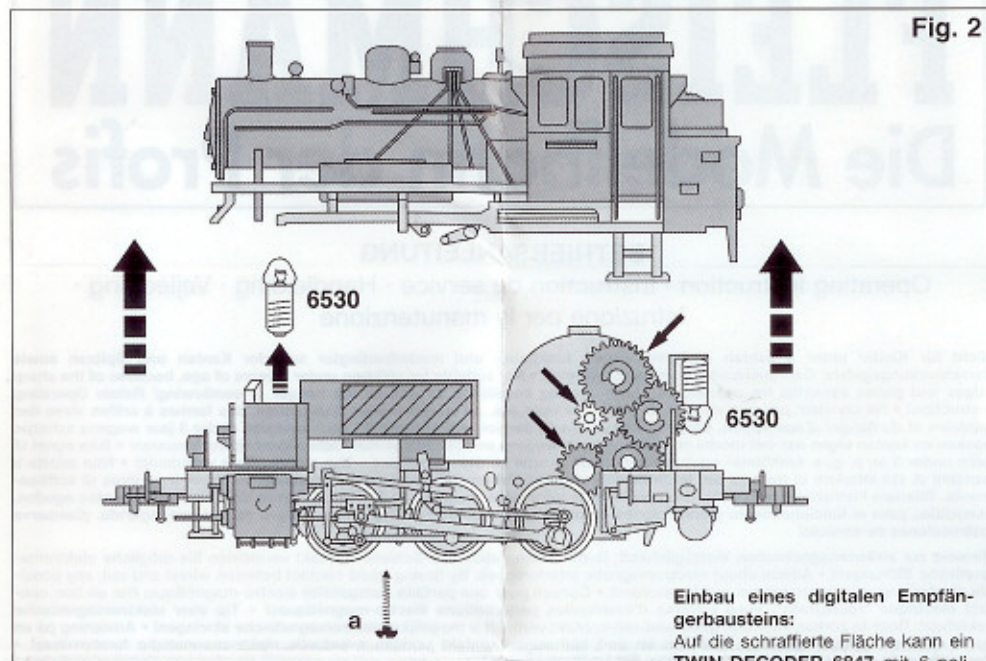
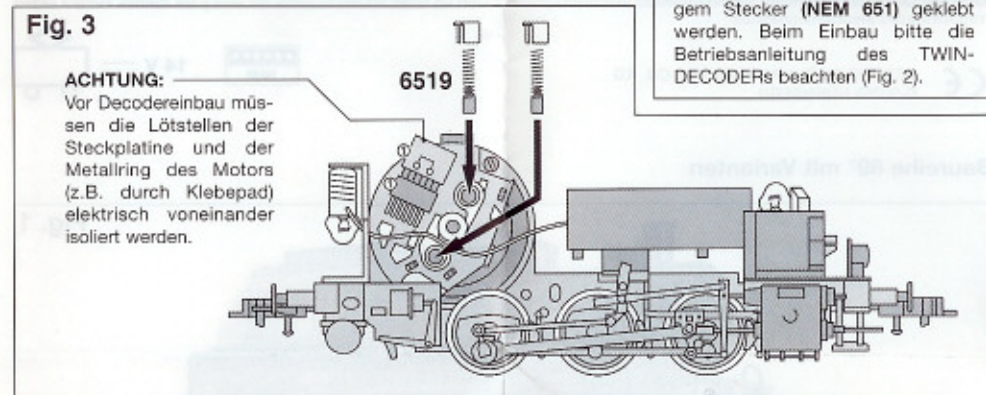

Fig. 2
Fig. 3
Ein Öffnen der Lok ist nur zum Einbau eines digitalen Empfängerbausteins, Lampenwechsel, Kupplungstausch, Schleifkohlenwechsel und Ölen der Motor- und Getriebelager erforderlich. Die Schraube a lösen und das Gehäuse nach oben abheben (Fig.2).
Auf die schraffierte Fläche kann ein TWIN-DECODER 6847 mit 6-poligem Stecker (NEM 651) geklebt werden. Beim Einbau bitte die Betriebsanleitung des TWIN-DECODERS beachten (Fig. 2).
**Ölen:** Geölt werden Motor und Getriebe nur an den gekennzeichneten Lagerstellen (Fig. 2 und 4).
**Opening the loco** is only necessary to change the bulb, to install a digital receiver, to change coupling, to replace carbon brushes, to oil the motor and gear-box axles. Remove screw a and lift the loco body upwards (Fig.2). **Installing the digital decoder:** A 6-pole TWIN-DECODER 6847 (NEM 651) can be glued onto the cross-hatched surface (Fig.4). Please consult the instructions included with the TWIN-DECODER for fitting advice. **ATTENTION:** Before installing the decoder, the soldered areas on the plug printed circuit board and the metal ring of the motor must be electrically isolated from each other (i.e. by using the sticky pad) (Fig.3). **Lubrication:** The motor and gear-box need only be lightly oiled at the bearing points marked (Fig. 2 and 4). Only use FLEISCHMANN-oil 6599. Only put a tiny drop in each place (→), otherwise it will be overoiled. An applicator needle is located in the cap of the oil bottle for your use. The indicated point can be used for locating the switching magnet 9426/9427 (Fig. 4). **Exchange coupling:** 1. Pull the mounting pin out with a pair of pliers and remove the coupling. Fit the coupling into the mounting slot and push the mounting pin back in. 2. Should during assembly of the coupling, the holding spring fall out, this must be replaced with the aid of a pair of tweezers. 3. Spare holding springs, article 6522 should, if necessary be cut to size before being fitted. **FLEISCHMANN PROFI-Slot coupling:** 6516 · **FLEISCHMANN-Slot coupling:** 6520 · **Slot exchange coupling:** 6523
**Le démontage de la locomotive** est uniquement nécessaire pour l'installation d'un décodeur digital, le remplacement, pour changement des ampoules, pour des ampoules des balais ainsi que pour le graissage du moteur et des engrenages. Enlever les vis a et retirer la carrosserie en la soulevant (Fig. 2). **Montage d'un module récepteur digital:** La zone hachurée permet de coller un TWIN-DECODER 6847 (NEM 651) à 6 pôles (Fig.2). Pour le montage, se référer au mode d'emploi du TWIN-DECODER. **ATTENTION:** Avant de monter le décodeur, veillez à isoler électriquement (par ex. à l'aide d'une pastille autocollante) les points de soudure de la platine de connexion et la bague métallique du moteur (Fig. 3). **Graissage:** Le moteur et les engrenages doivent être huilés uniquement aux endroits indiqués (Fig. 2 et 4). N'utilisez que l'huile recommandée FLEISCHMANN 6599. Une seule goutte par point à lubrifier (→) afin d'éviter tout excès. L'aiguille montée dans le bouchon du petit flacon convient parfaitement à cet usage. L'aiguille permanent 9426/9427 peut être montée à l'endroit indiqué (Fig. 4). **Changement de l'attelage:** 1. Retirer la goupille de fixation avec la pince universelle et enlever l'attelage. Introduire l'attelage dans l'ouverture à lents et remettre la goupille de fixation. 2. Si le ressort d'alignement devait sortir au cours du montage de l'accouplement, il faut le réintroduire au moyen d'une pincette. 3. Les ressorts d'alignement de rechange, articles 6522, doivent être découpés conformément, lors de la mise en place. **FLEISCHMANN PROFI-Attelage à œillet:** 6516 · **FLEISCHMANN-Attelage à œillet:** 6520 · **Attelage à œillet d'autres marques:** 6523
**Het openen van de loc** is alleen nodig bij het wisselen van de lampen en de koolborstels, het verwisselen van de koppeling, de inbouw van een digitale ontvangerbouwsteen, het oliën van de motorenagers en de tandwielen. Schroef a losdraaien en de kap naar boven losmaken (Fig. 2). **Het inbouwen van een digitale ontvangerbouwsteen:** Op de gemarkeerde plaats kan een 6-polige TWIN-DECODER 6847 (NEM 651) geplakt worden (Fig. 2). Bij het inbouwen a.u.b. de handleiding van de TWIN-DECODER raadplegen. **LET OP!** Voor het inbouwen van een decoder moeten de soldeercontacten van de stekker en de metalen delen van de motor (bijv. met isolatietape) elektrisch van elkaar geïsoleerd worden (Fig. 3). **Olieën:** De motor en de aandrijving hoeven alleen op de aangegeven plaatsen geolied te worden (Fig. 2 en 4). Alleen FLEISCHMANN-olie 6599 gebruiken. Een klein druppeltje per smerpunt (→) is heus voldoende, anders wordt de zaak te vet. Voor een juiste dosering het spuitje gebruiken dat wordt bijgeleverd in het olieflasje. Op de gemerkte plaats kan de schakelmagneet 9426/9427 gemonteerd worden (Fig. 4). **Het verwisselen van de koppeling:** 1. Met een kombinatietang de plastic spie van de koppeling vastpakken en de spie met een lichte ruk lostrekken. 2. Als bij de koppelingsmontage het koppelingsveertje eruit valt, moet deze weer met een pincet op de juiste plaats aangebracht worden. 3. De reserve-koppelingsveertje, artikel 6522, moeten in sommige gevallen voor het plaatsen iets ingekort worden. **FLEISCHMANN PROFI-Sleuf-Koppeling:** 6516 · **FLEISCHMANN-Sleuf-Koppeling:** 6520 · **Sleuf-Ruikoppeling:** 6523
**At öppna loket** fordras endast för byte av glödlampa, Udsiktning af kobling, indbygning af digital modtagerenhed, udsiktning af kul og smøring af lejer. Avlösgöra skruvarna a. Ta av kåpan/loaddrätt uppåt (Fig.2). **Indbygning af digital modtagerenhed:** En 6-poleet TWIN-DECODER 6847 (NEM 651) kan monteres på det skraverede felt (Fig.2). **Indbygning af digital modtagerenhed:** En 6-poleet TWIN-DECODER 6847 (NEM 651) kan monteres på det skraverede felt (Fig.2). **Ölje:** Motor og drev skal kun smøres hvor pole viser (Fig. 2 og 4). Anvend kun FLEISCHMANN-olie 6599. Kun en enkelt dråbe for hvert smørested (→), ellers oversmøres. Til dosering anvendes den lille nål indvendigt i skruelåget. **Kontaktmagneter 9426/9427** kan monteres på de markerede steder (Fig. 4). **Udsiktning af koblinger:** 1. Splitten trækkes ud og koblingen fjernes. 2. Koblingen stikkes ind i slidsen og splitten monteres igen. 3. Hvis fjederen falder ud, må den placeres igen med en pincet.
**L'apertura della locomotiva** si richiede solo per il cambio delle lampade, per la sostituzione della spazzola di carbone di contatto, per Sostituzione gancio, per oliare i cuscinetti del motore e dell'ingranaggio. Rimuovere le viti a e sollevare verso l'alto il mantello (Fig. 2). **Montaggio di un modulo di ricezione digitale:** Sul piano tratteggiato può essere incollare un TWIN-DECODER 6847 (NEM 651) a 6 poli (Fig.2). Prima di procedere al montaggio, consultare il manuale di funzionamento del TWIN-DECODER. **ATTENZIONE:** Prima di montare il decoder è necessario isolare elettricamente uno dall'altro i giunti saldati della plastrina di connessione e dell'anodo metallico del motore (ad esempio mediante placchetta adesiva) (Fig. 3). **Lubrificazione:** Il motore e l'ingranaggio vengono lubrificati solo nei punti contrassegnati dei supporti (Fig. 2 e 4). Utilizzare solo olio FLEISCHMANN 6599. Usare soltanto una piccola goccia per ogni punto di oliatura (→), altrimenti si rischia di oliare troppo. Per il dosaggio utilizzare l'ago di cui è provvisto il tappo di chiusura del fliccone dell'olio. Sul posto segnato può essere installato il dispositivo di comando 9426/9427 (Fig. 4). **Sostituzione gancio:** 1. Far leva con la pinza "combi" sulla coppiglia in plastica del gancio estaccare con leggero colpo. 2. Se dovesse, durante il montaggio del gancio, staccarsi la molla di direzione, quest'ultima va rimessa al suo posto con l'aiuto di una piccola pinza. 3. Molle direzione di ricambio, articolo 6522, devono essere eventualmente tagliate nella giusta misura prima di essere montate. **FLEISCHMANN PROFI-Gancio a intaglio:** 6516 · **FLEISCHMANN-Gancio a intaglio:** 6520 · **Gancio di ricambio a intaglio:** 6523